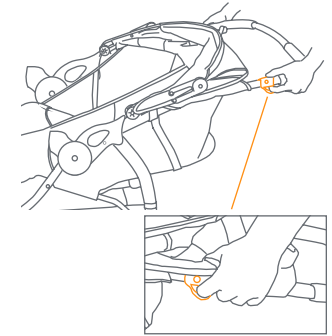

Fig. 20a
- The stroller is folded by simultaneously pulling each trigger fold (Fig. 20a). When the fold latches are released, the handle will begin to fall toward the floor. Release the fold buttons and press downward on the stroller handle until the stroller is completely folded.
- El carrito se pliega tirando simultáneamente de cada gatillo (Fig. 20a). Cuando se sueltan los pestillos para plegar el carrito, el manubrio comienza a caer al suelo. Suelte los botones para plegar el carrito y presione hacia abajo el manubrio hasta que el carrito esté completamente plegado.